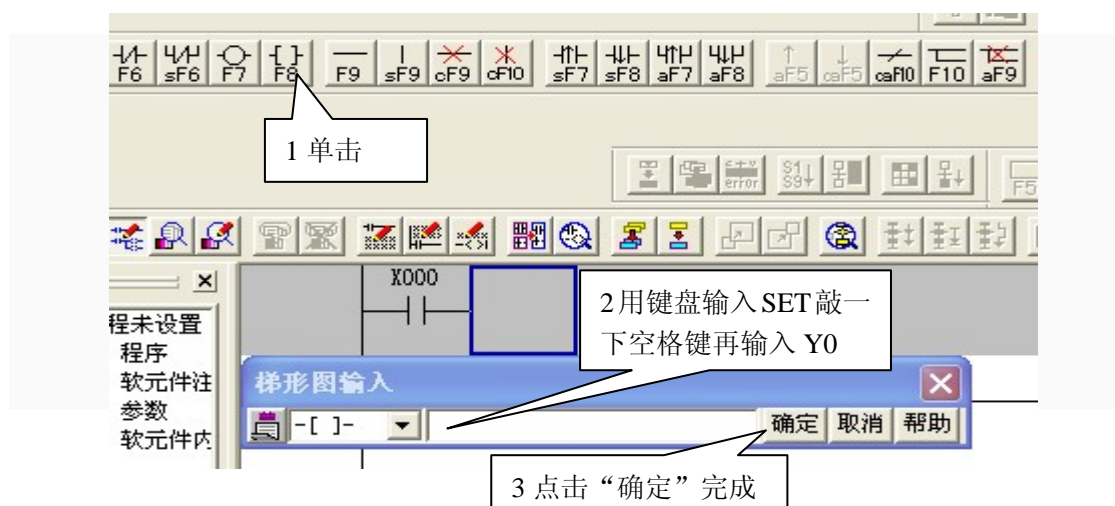

图 6-29 SET 电路编写
(1) 单击  符号在弹出对话框输入“X0”点击确定，然后再单击  符号在弹出对话框输入如下图 6-29：